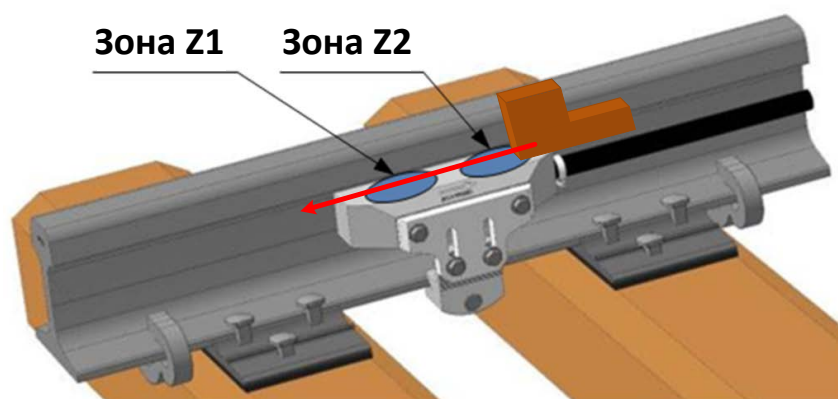

Рисунок 5 – Имитация прохода колеса
2.2.5.3.1 В случае прямой подачи электропитания на eDKT (плюс на клемме V+, минус на клемме V-), провести по датчику имитатором колеса, расположенном на шаблоне установочном ШУ-01, в направлении от Z2 к Z1 (см. рисунок 5). Состояние выходов должно остаться в прежнем состоянии: DO1 – замкнут, DO2 – разомкнут.